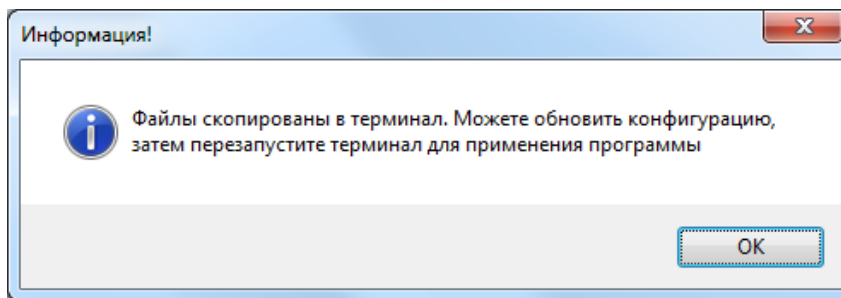

Рисунок 6.4 – Окончание записи программы
6.2.6 По окончании копирования отображается окно **Файл скопирован в терминал. Можете обновить конфигурацию, затем перезапустите терминал для применения программы** (см. рисунок 6.4).